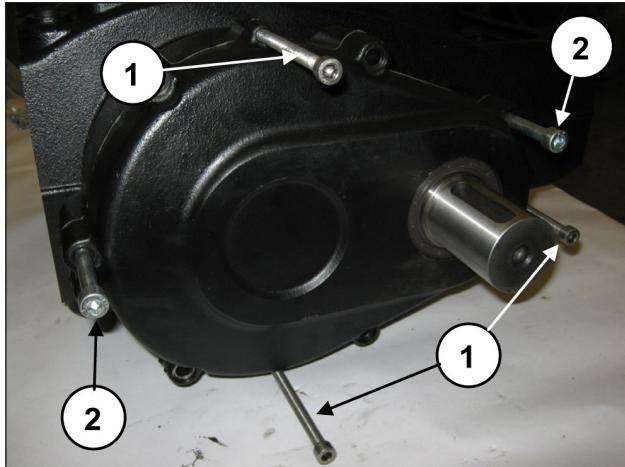

Fig. 5
Positionner 3 goujons ou vis filetées M8 (rep. ①, Fig. 5) faisant office d'extracteurs dans les trous appropriés et deux vis M10 suffisamment longues tenant lieu de support de couvercle (rep. ②, Fig. 5).